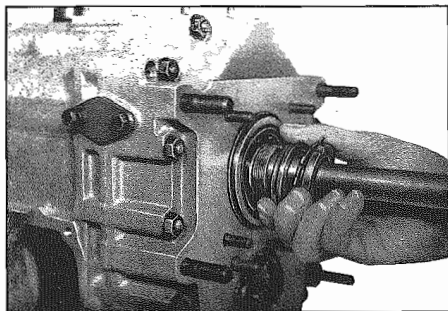

Fig. 48 - Albero presa diretta
- Montare gli anelli elastici di arresto (**206** e **431**) nelle scanalature dei cuscinetti a sfere obliqui (**207** e **430**). Spingere ambedue i cuscinetti a sfere obliqui nei fori della scatola. Montare sull'albero presa diretta (**Fig. 48**) l'anello interno del cuscinetto a sfere, il cuscinetto (**205**) e la ghiera (**204**). Ruotare la ghiera sulla filettatura (sinistrorsa) e serrare con l'attrezzo n. 6 (momento torcente di serraggio 180—220 Nm) (18—22 kpm). Innestare due marce. Piegare un dente della rosetta di sicurezza nella corrispondente cava della ghiera.
- Insert circlip (**206** and **431**) into grooves of tapered ball bearings (**207** and **430**). Push both tapered ball bearings into housing bores. Slide inner race of ball bearing, ball bearing (**205**) and slot nut (**204**) on input shaft (**Fig. 48**). Screw slotted nut on threads (lefthand threads) and tighten with tool 6. (tightening torque 18 to 22 kpm), while engaging two speeds. Bend one tab of lock washer into matching groove of slot nut.